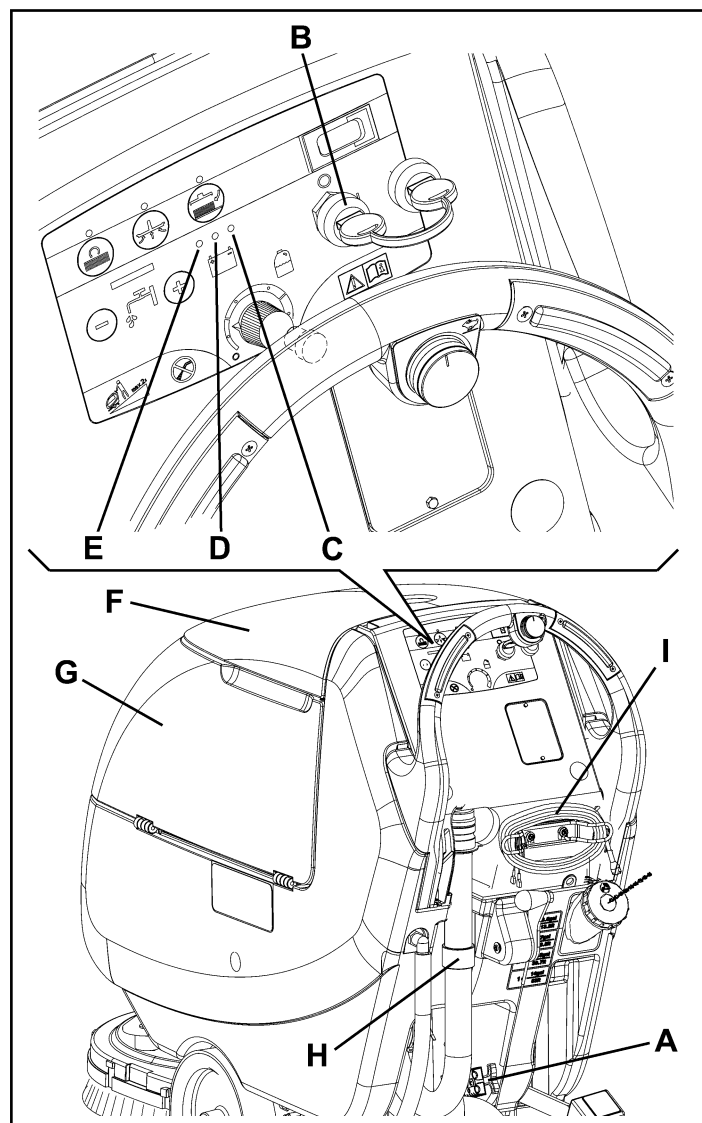

Figure 5
Débrancher le connecteur (A, Fig. 5) des batteries ou la fiche du chargeur de batterie.
1. Contrôler que les batteries sont branchées à la machine au moyen du connecteur (A, Fig. 5).
2. Introduire la clé de contact (B) et la tourner en position "I". Si le témoin lumineux vert (C) s'allume, les batteries sont prêtes à l'utilisation. Si le témoin lumineux jaune (D) ou le témoin lumineux rouge (E) s'allume, il est nécessaire de charger les batteries (voir la procédure au chapitre Entretien).